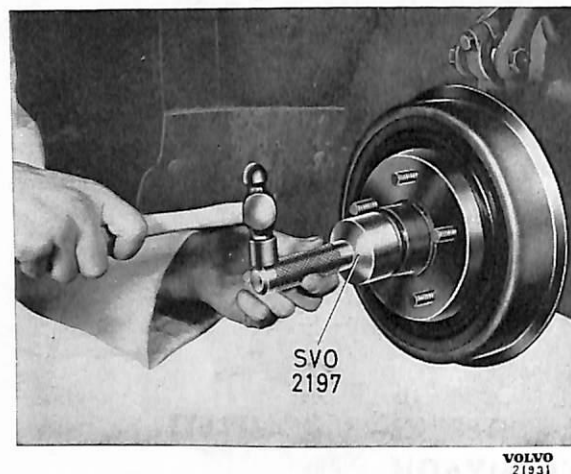

Bild 12. Demontering av fettkapsel.
3. Tag bort fettkapseln med verktyg SVO 2197 (bild 12). Tag bort saxpinne och kronmuttern.